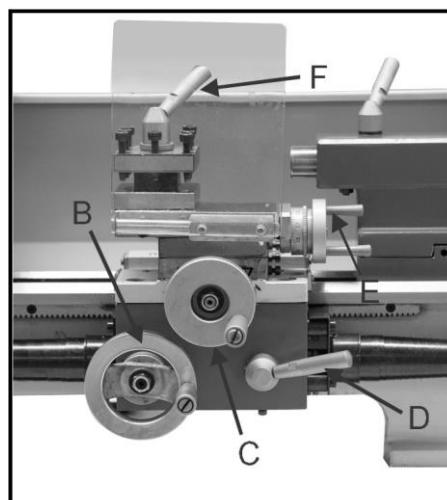

Рис. 12
4. Передняя траверса маховика (В, рис. 12)
5. Рычаг поперечной траверсы (С, рис. 12)
6. Рычаг (D, рис. 12)
7. Рычаг шкива перемещения упора (Е, рис. 12)
8. Рычаг зажима резца (F, рис. 12)